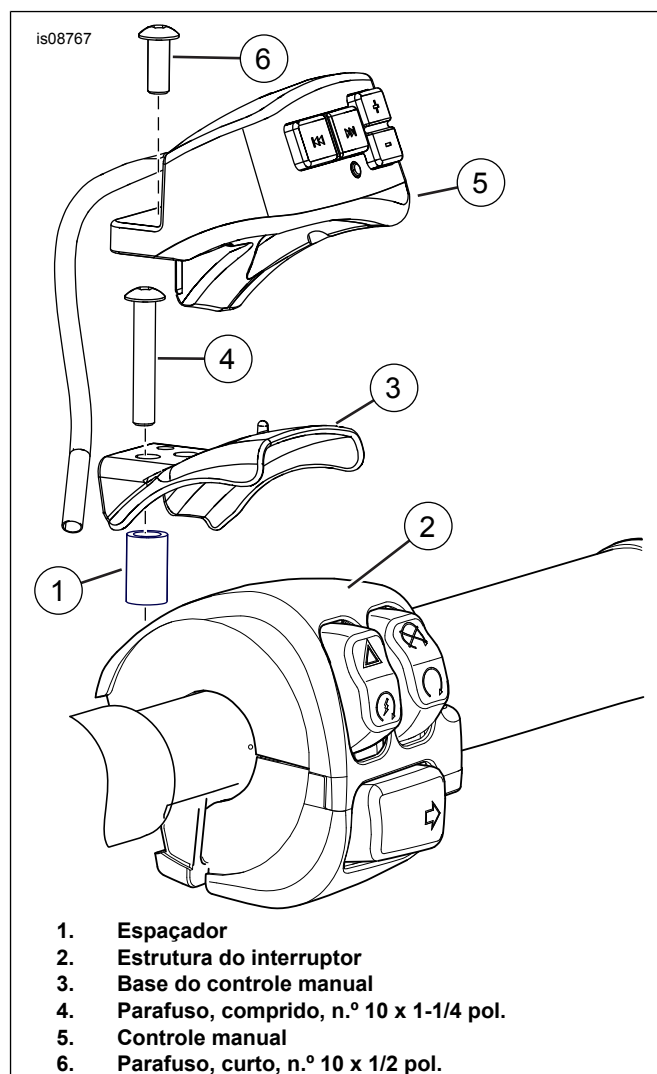

Figura 4. Instalação do controle manual
5. Veja Figura 4. Coloque o espaçador (1) na estrutura do interruptor sobre o furo de onde o parafuso foi removido anteriormente.
6. Coloque a base do controle manual (3) sobre o espaçador e a estrutura do interruptor. **Road King 2014 e posteriores:** Não é usado o espaçador.
7. **Todos os modelos exceto Road King 2014 e posteriores:** Alinhe o parafuso (4) com o furo correto na base do controle manual através do espaçador no furo da estrutura do interruptor. Fixe o suporte do controle manual com o parafuso. Aperte com torque de 3,9-5 Nm (35-45 lbs pol.). **Modelos Road King 2014 e posteriores:** Alinhe o parafuso removido anteriormente com o furo na base de controles manuais. Fixe o suporte do controle manual com o parafuso. Aperte com torque de 3,9-5 Nm (35-45 lbs pol.).
8. Coloque o controle manual (5) sobre a base do controle manual. Fixe a base do controle manual com um parafuso (6) no furo rosqueado (7). Aperte.